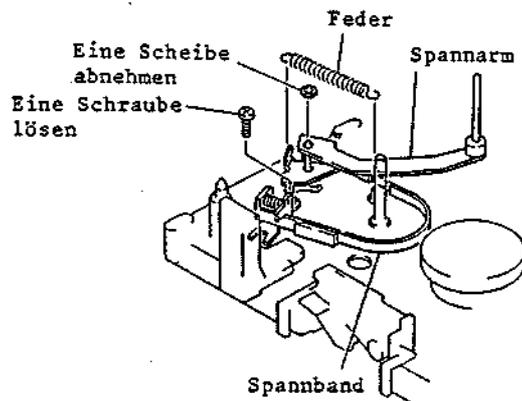

Abb. 2-74 Ausbau des Spannarmes und des Spannbandes
3-26 Ausbau des Spannarms und des Spannbandes (Abb. 2-74)
3. Die zwischen dem Spannarm und dem Chassis angeordnete Feder entfernen (siehe Abb. 2-74).
4. Eine (1) Schraube und eine (1) Scheibe abnehmen.